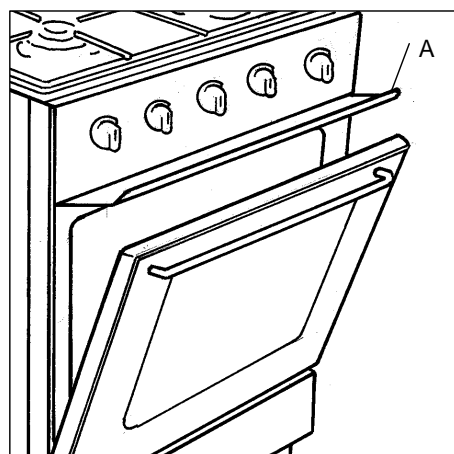

fig. 6
- Ouvrez la porte du four et mettez le déflecteur « A » en place (fig. 6).